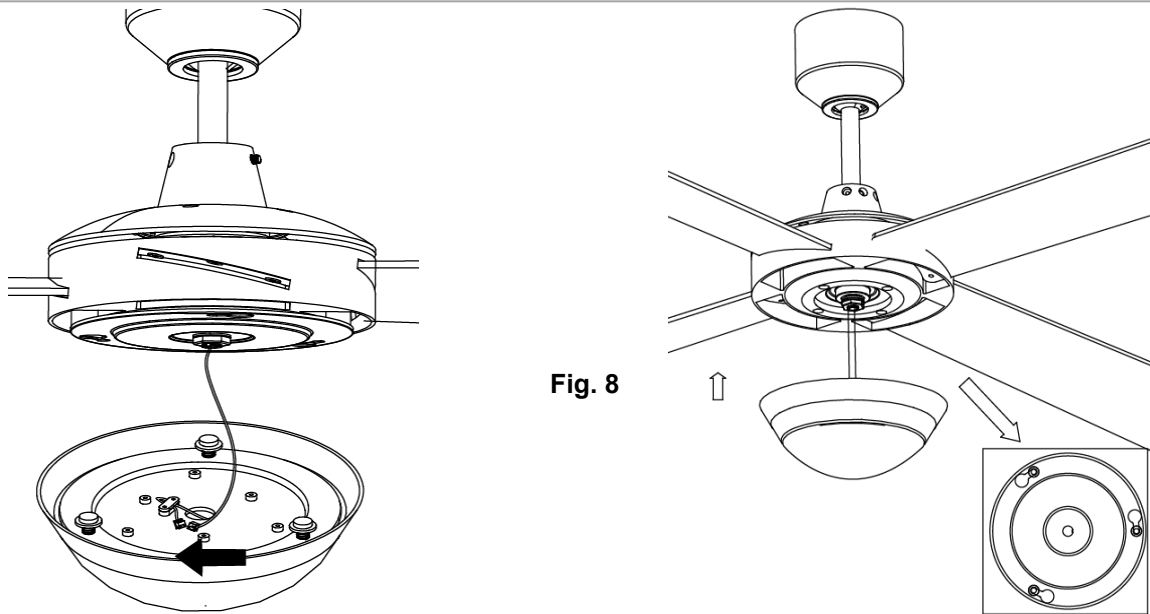

Fig. 8
6. Plaats de LED-verlichtingsset omhoog in de lampvoet en sluit de LED-bedrading aan op de LED-verlichtingsset via de snelkoppelingen. Plaats vervolgens de behuizingsbevestigingsschroeven in de brede uiteinden van de gaten en draai de behuizing van de LED-verlichtingsset net de klok mee, tot de schroeven zich in de smalle uiteinden van de gaten bevinden. **Fig.8**